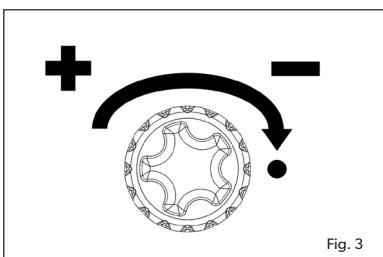

Fig. 3
- Drej kontrollappen på Dual Power Pak mod uret for at øge gastilførslen (fig. 3).